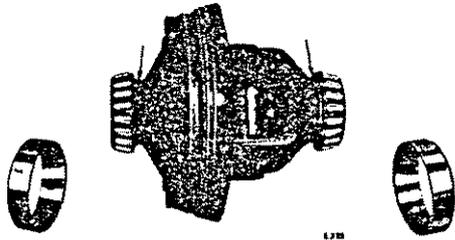

Abb.68 Differential und Lager
Den Differentialträger aus dem Gehäuse nehmen und die Lager (74), Abb. 69, abziehen. Die Beilagscheiben (73) entfernen und die Stärke sowie Stellung eines jeden Beilagscheibensatzes merken. Die Beilagscheiben sind auf der Abb. 68 dargestellt.